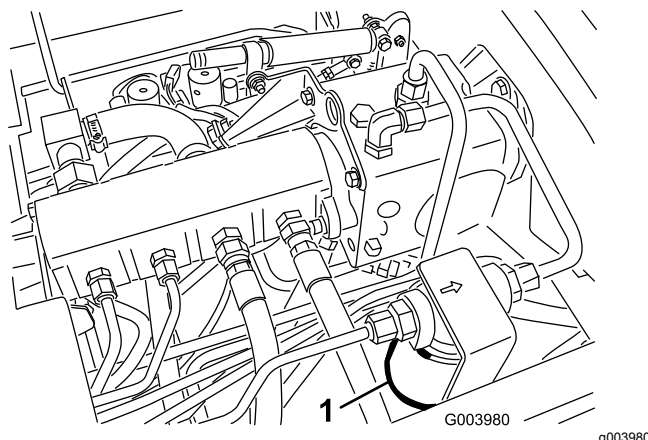
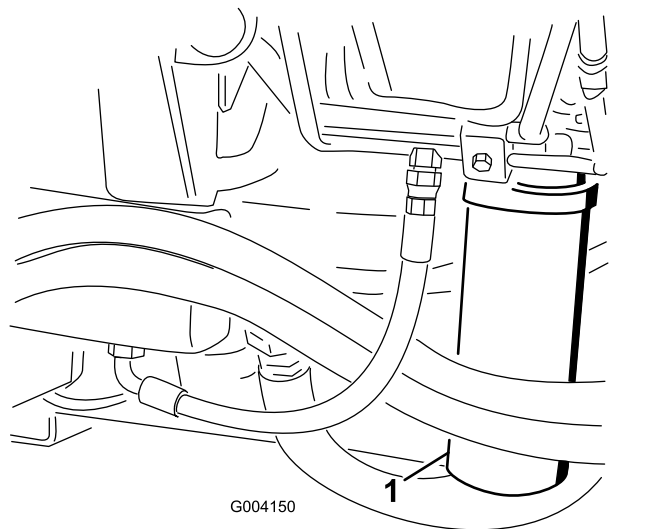

Figure 70
Figure 71
- Nettoyez la surface autour de la zone de montage du filtre et placez un bac de vidange sous le filtre (Figure 70) et (Figure 71).